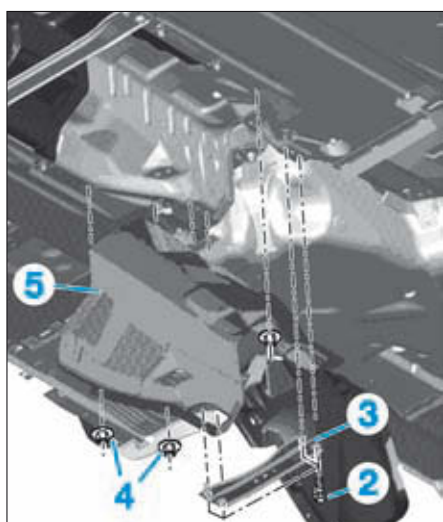

FIG. 5
- Déposer les vis (2) et retirer la traverse (3) (Fig.5).
- Déposer les écrous (4) et retirer la tôle calorifuge (5).